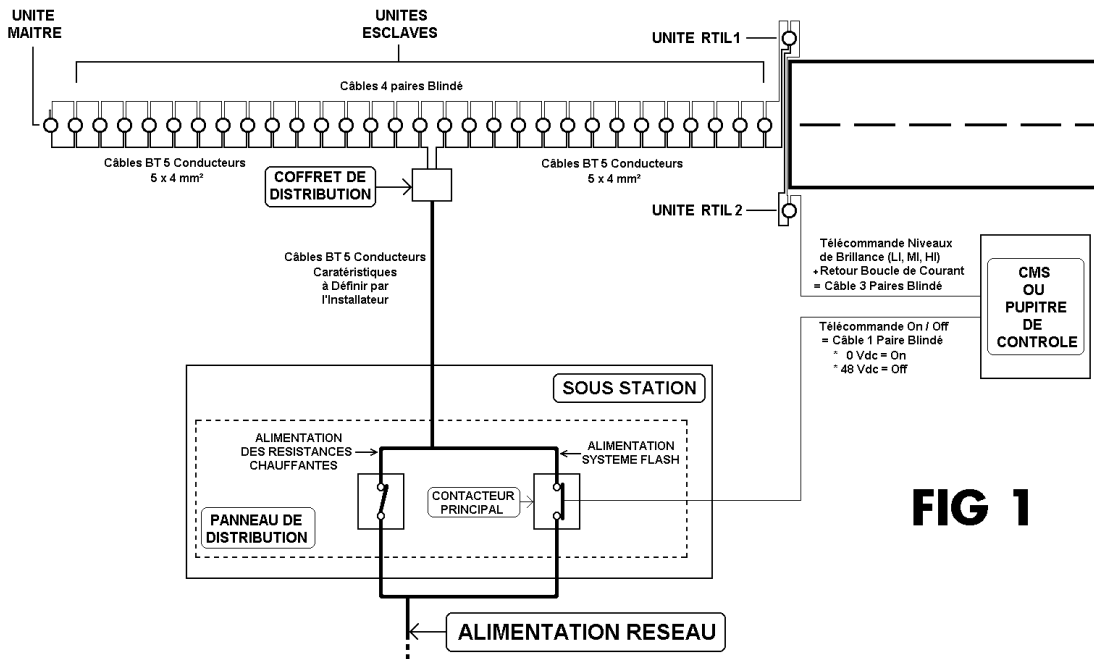
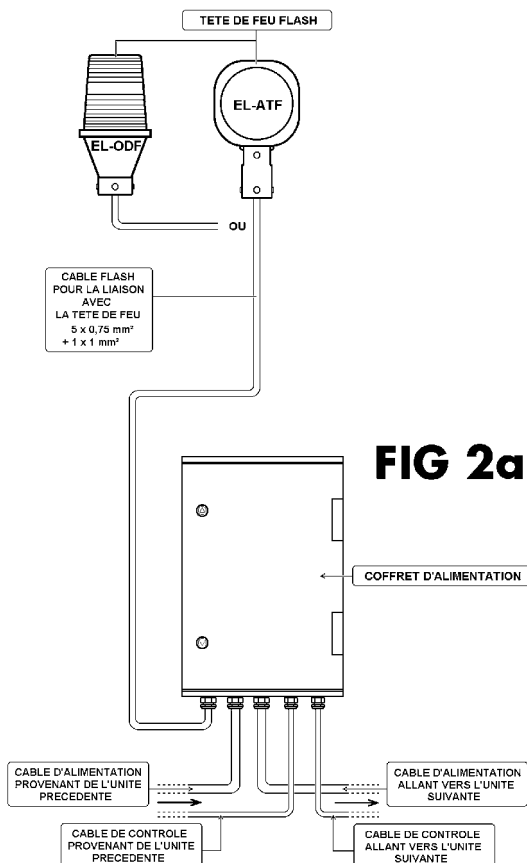
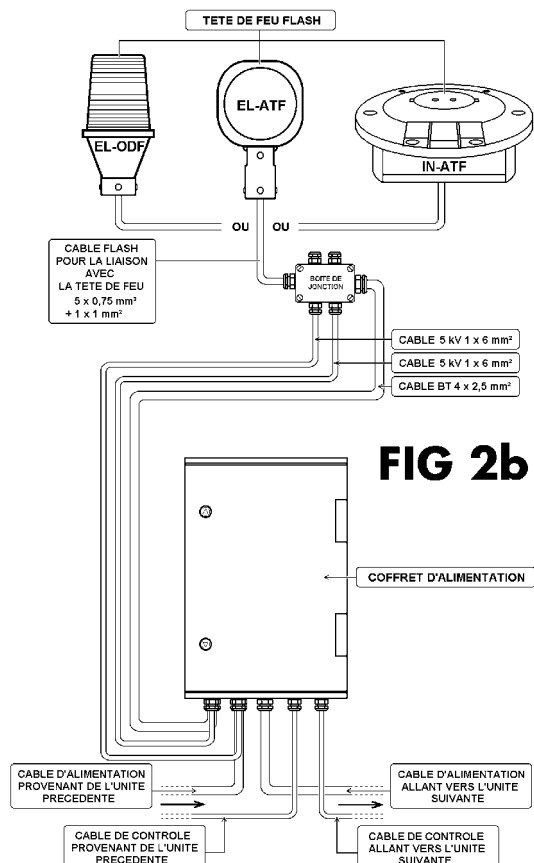

FIG 1
FIG 2a
FIG 2b
La **Fig 1** ci-après montre le câblage électrique recommandé pour un système SFLS CAT I + RTIL utilisant 32 unités de feu à éclats. Le principe de câblage reste valable pour les systèmes séquentiels comprenant moins de feux.
Toutes les unités de feu à éclats des systèmes séquentiels (Voir **Fig 1**) se composent des mêmes sous-ensembles (Voir **Fig 2a** et **Fig 2b**)
- * En fonction de la distance séparant le coffret d'alimentation et la tête de feu à éclats, deux types de câblage sont recommandés : Distances supérieures à 15 m (voir **Fig 2a**), Distances comprises entre 15 et 45 m (voir **Fig 2b**), pour des distances supérieures à 45 m, nous consulter. Note : Le câblage de la Fig 2b doit toujours être utilisé avec les têtes de feu IN-ATF.
Pour toutes distances inférieures à 15 m, un câblage (**Fig 2a**) n'utilisant que le câble spécial flash est possible sur les feux EL-ODF et EL-ATF.
Lorsque la distance est supérieure à 15 m (et toujours avec les IN-ATF) la liaison doit être réalisée comme le montre la **Fig 2b**. Dans ce cas, il faut utiliser en plus du câble spécial flash (# 1 m) livré monté sur la tête de feu, une boîte de jonction (livrée avec le feu) + deux câbles 1 x 6 mm² 5kV pour l'alimentation en puissance de la Lampe + un câble BT 4 x 2,5 mm² pour la terre, le déclenchement lampe et l'entrée et la sortie switchs de sécurité.